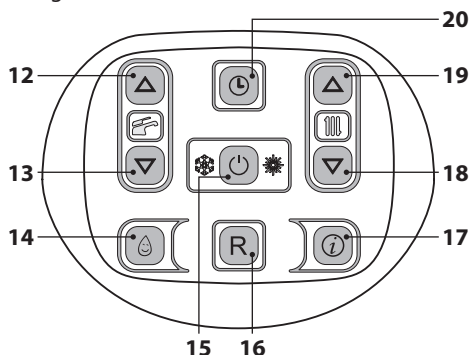
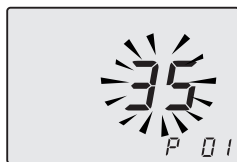

Figura 9.29
Figura 9.30
- Entrare in "modalità programmazione" premendo contemporaneamente per 10 secondi i tasti 15 - 18 - 19 (Figura 9.29) fino a far apparire sul display LCD le lettere **P01** che si alternano con il valore del parametro (35=M260.2025 SM/T o 37=M260.3035 SM/T), indicanti l'entrata nel "parametro 01" (Figura 9.30).